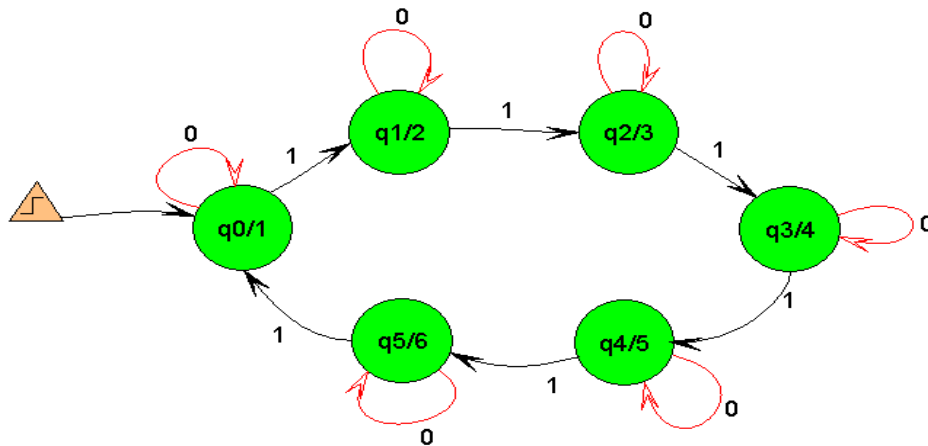

Ilustración 1 Autómata del dado digital.
**1A.** Aplicar la metodología para diseño de circuitos secuenciales y obtener las ecuaciones usando FF-D y FF-JK que permitan implementar el diseño del contador que muestre los dígitos del 1 al 6 en un display de siete segmentos para implementar un dado digital, tomando en cuenta el autómata mostrado en la ilustración 1.
Para diseñar el autómata de la ilustración 1 se pueden considerar los códigos mostrados en la tabla 2.